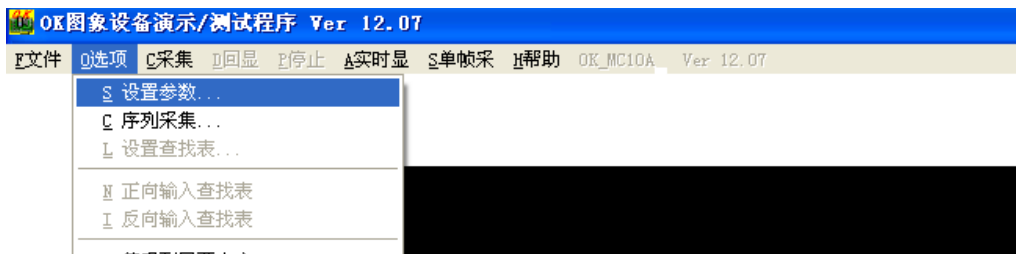
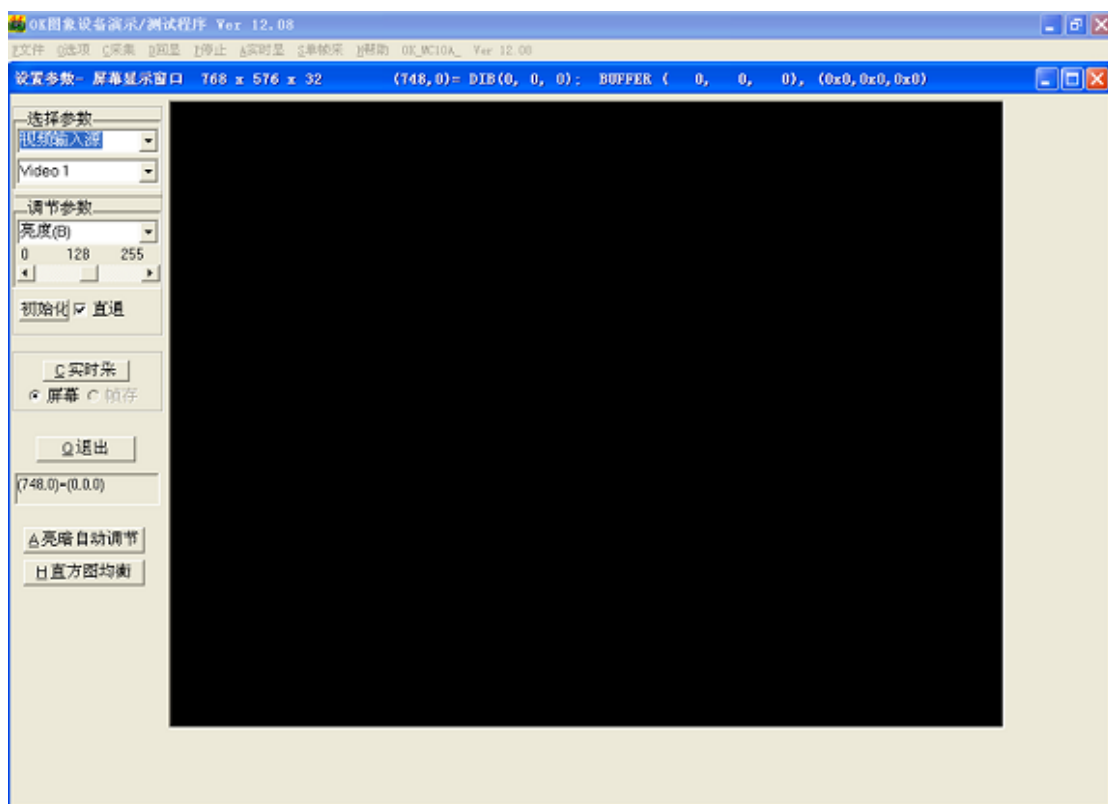

图 5
图 6
- 4, 打开“选项”菜单下的“设置参数”选项，会弹出设置参数对话框，如图 5、图 6 所示。